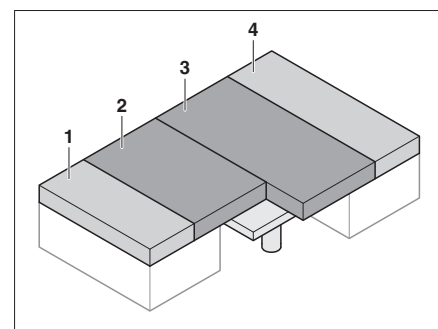

Fig. 73 Dopo la trasformazione
- Posizionare i cuscini del divano (Fig. 73,2 e 3) al centro.
- Posizionare i cuscini dello schienale (Fig. 73,1 e 4) tra i cuscini del divano (Fig. 73,2 e 3) e la parete esterna.